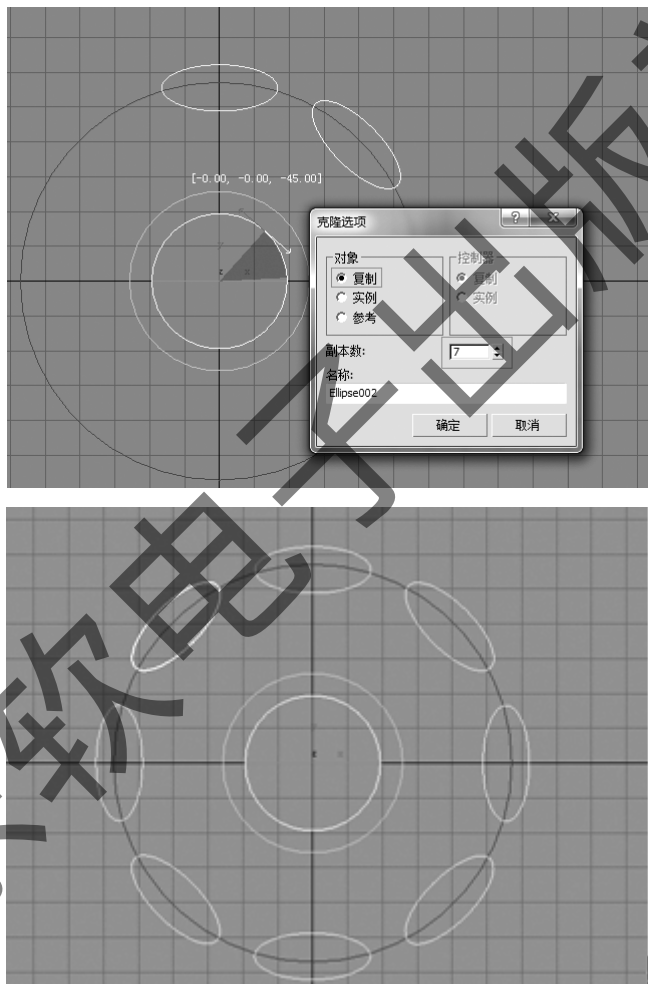

图 4-31 旋转复制
Step6: 选择“椭圆”,激活“”(角度捕捉),按着【Shift】,使用“”(旋转工具)进行沿Z轴的复制和旋转,复制数量为7个,旋转角度为 -45° ,如图4-31所示。